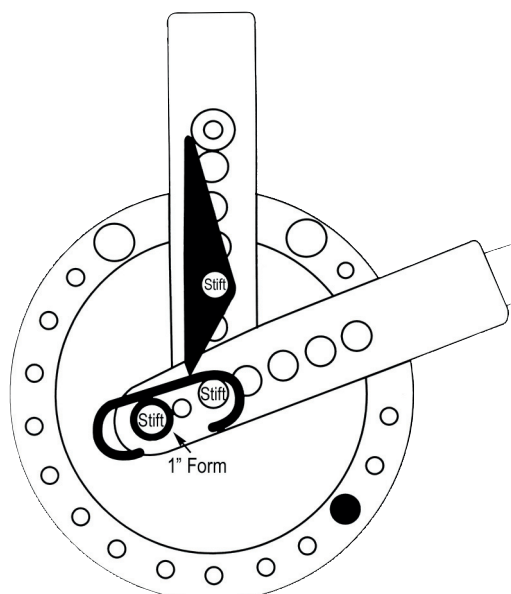

Bild 30
3. Biegung (Bild 30): Lassen Sie das Stück so weit wie möglich nach links gegen den Mittelstift gleiten (Ziehen Sie den Mittelstift um das Stück im Bieger zu platzieren). Stecken Sie den Sperrblockstift in das sechste Loch und drehen Sie im Uhrzeigersinn. Biegen Sie solange bis sich der Griff ca. 1/8" von Stopstift entfernt hat.